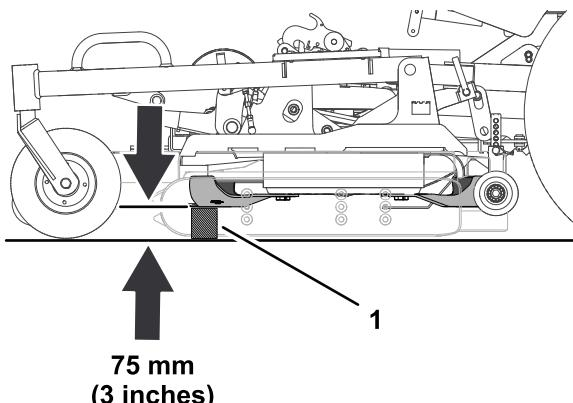

Bild 126
4. Messen Sie den Abstand zwischen dem Boden und dem ganz vorderen Punkt der Schnittkante des Messers mit einem Messklotz (Bild 126).